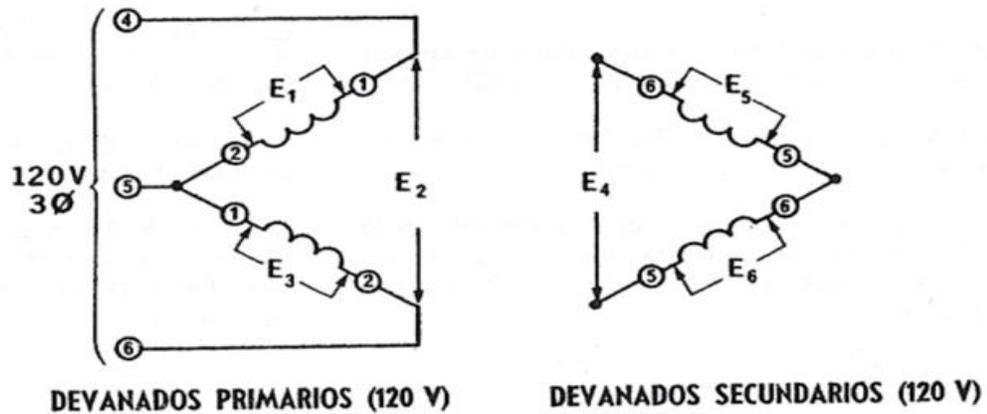

Figura 4.5
5. a) El circuito de la figura 4.5. tiene dos transformadores conectados en una configuración delta abierta.
- c) Conecte el circuito tal y como se indica en la figura 4.5.